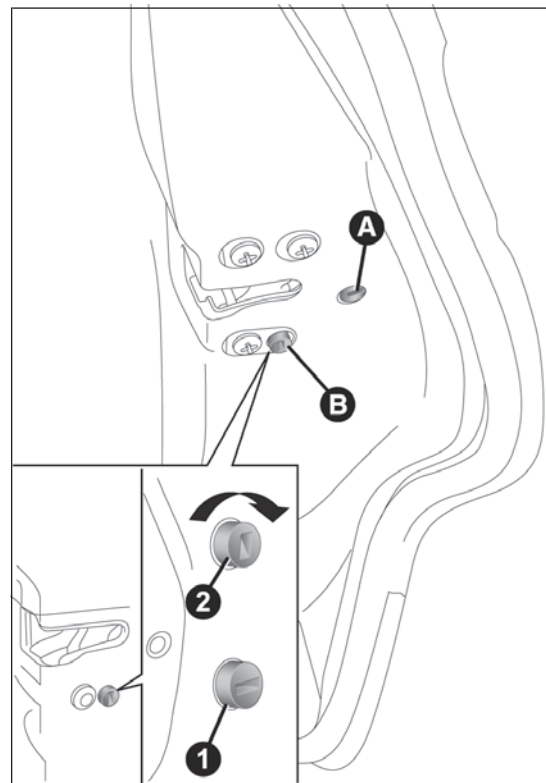
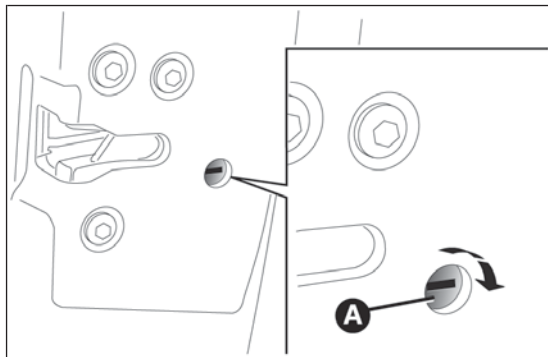

fig. 75
fig. 76
Il dispositivo A fig. 75 è inseribile solo a porte aperte:
- ☐ inserire l'inserto metallico della chiave di avviamento nella sede A fig. 76 (porta anteriore lato passeggero) oppure B fig. 75 (porte posteriori) ;